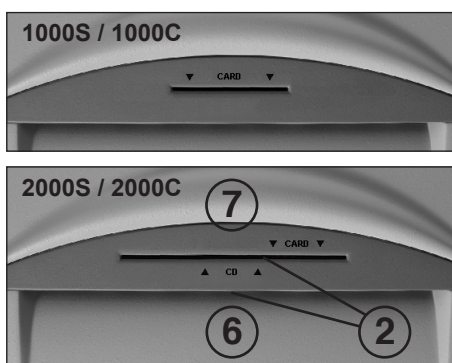

fig. 2
- 2 = Barrière photoélectrique (marche avant) (fig. 2)**
- Amener le papier au bloc de coupe à travers la bouche d'entrée du papier (6) (fig. 2).
- Amener les supports de données (CD, DVD ou carte de crédit) individuellement au bloc de coupe à travers la bouche d'entrée de CD/DVD(CARD) séparée (7) (fig. 2).